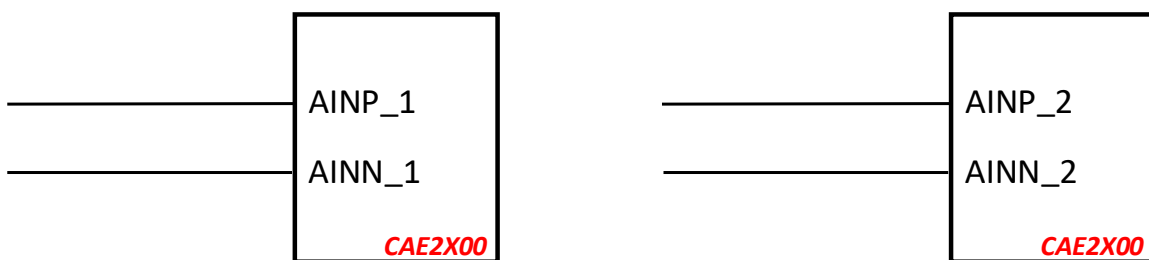

图 8-3. 模拟信号输入管脚直流 (DC) 耦合连接示意图
**直流 (DC) 耦合连接说明**
如图 8-3 所示，当直流 (DC) 耦合连接时，模拟信号输入管脚可以直连模拟前端的差分输出（例如差分运放输出），但该模拟前端的差分输出共模电压需为 0.45V。